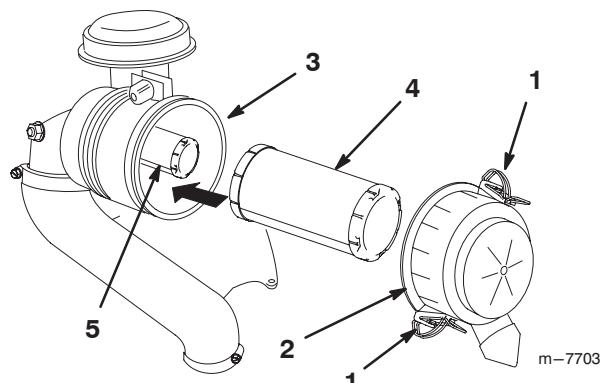

Figure 30
3. Ouvrez les dispositifs de verrouillage du filtre et ôtez le couvercle du corps du filtre (Fig. 30).
5. Sortez l'élément primaire du corps du filtre avec précaution (Fig. 30).
2. Si vous remplacez l'élément de sécurité, insérez-le avec précaution dans le corps du filtre (Fig. 30).
3. Installez ensuite l'élément primaire sur l'élément de sécurité avec les mêmes précautions (Fig. 30).
4. Reposez le couvercle, le côté portant l'inscription UP étant tourné vers le haut, et fermez les dispositifs de verrouillage (Fig. 30).